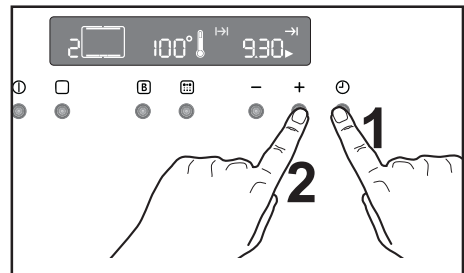

Fig. 11
- 2) Appuyez sur la touche ⌚ jusqu’à ce que la fonction “Heure de fin de cuisson” →| soit sélectionnée et que le symbole correspondant clignote. Le bandeau de commande visualise l’heure de fin de cuisson (à savoir, l’heure du jour + durée de cuisson - Fig. 11).